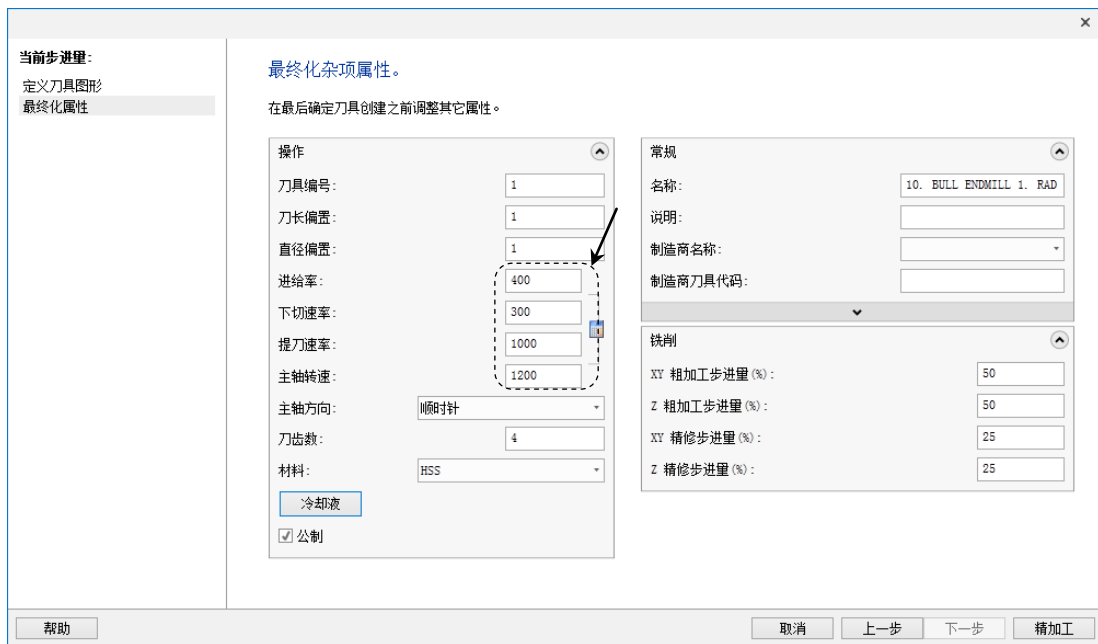

图 5.2.7 设置刀具参数
- (1) 在“曲面粗车-平行”对话框 **刀具参数** 选项卡的列表框中双击上一步选择的刀具，系统弹出“定义刀具”对话框。
- (2) 设置刀具号。在 **刀具编号** 文本框中将原有的数值改为 1。
- (3) 设置刀具参数。设置图 5.2.7 所示的参数。